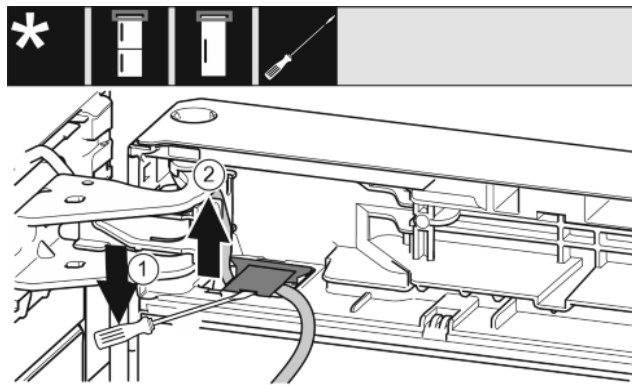

Fig. 17
- Ravnim odvijačem podignite pokrov i potom ga izvucite. Fig. 17 (1)
- Izvucite kabel. Fig. 17 (2)